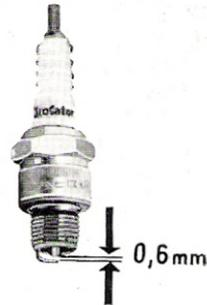

Bild 53
- Kontrolle des Elektrodenabstandes mit Fühllehre: 0,6 mm, eventuell Elektroden nachbiegen (Bild 53)